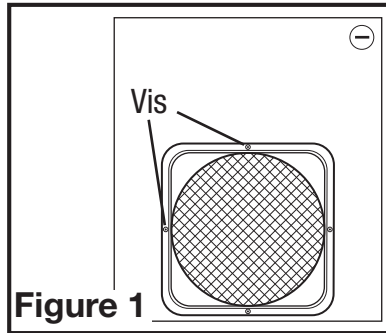

Figure 1
1. Retirez les 4 vis retenant le collier de conduit et le joint en place sur l'unité principale. Conservez toutes ces vis, le collier de conduit et le joint (**Figure 1**).